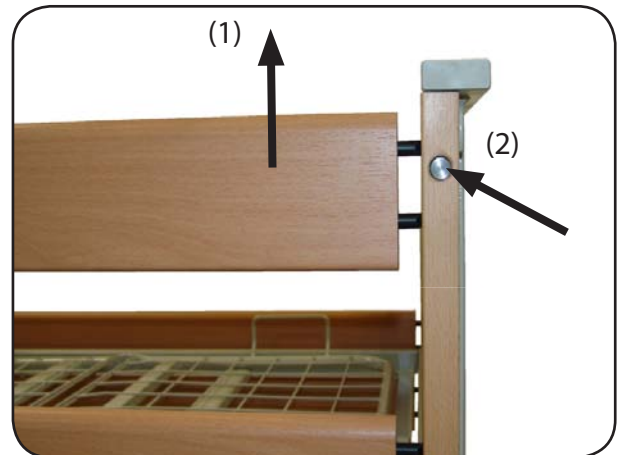

Abb. 8.2.01 - Seitengitter absenken
Um die Seitengitter zu verwenden, ziehen Sie diese am oberen Seitengitterholm an der Kopf- und Fußseite langsam hoch, bis die Seitengittergleiter einrasten. Um die einzelnen Seitengitter abzusenken, heben Sie zuerst den oberen Seitengitterholm an (1), damit die Verriegelung des Auslöseknopfes freigegeben wird. Drücken Sie bei angehobenem oberem Holm den Auslöseknopf (2) solange, bis Sie den Holm über die Verriegelung nach unten abgesenkt haben. Lassen Sie dabei die Seitengitter immer langsam und kontrolliert ab. (Abbildung 8.2.01)